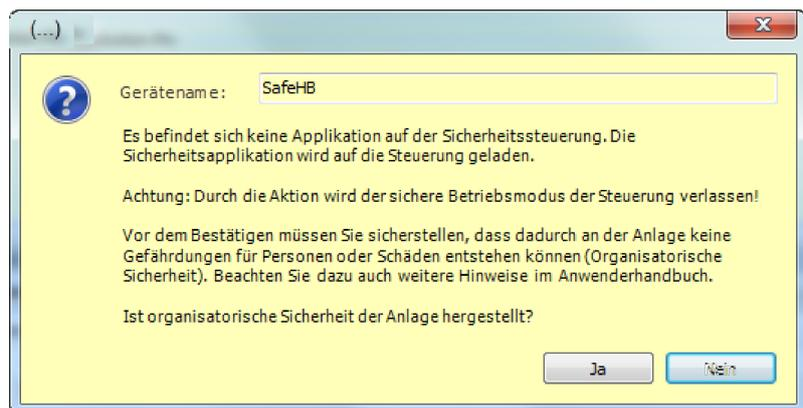

Abb. 85: Dialog beim Einloggen auf eine "leere" Steuerung
- Befindet sich keine Applikation auf der Steuerung, so wird der Entwickler in einem Dialog gefragt, ob die Applikation auf die Sicherheitssteuerung geladen werden soll (siehe Abb. 85). Wird die Applikation auf die Sicherheitssteuerung geladen (Download), so befindet sich die Sicherheitssteuerung im **Debug-Betrieb**. Die Applikation ist im Online-Modus.